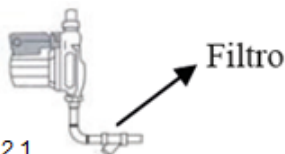

Fig. 2.1
- É obrigatória a instalação de um filtro na entrada da bomba, pois caso houver dano na bomba por resíduo provindo da água, o produto perderá a garantia. (Fig. 2.1)